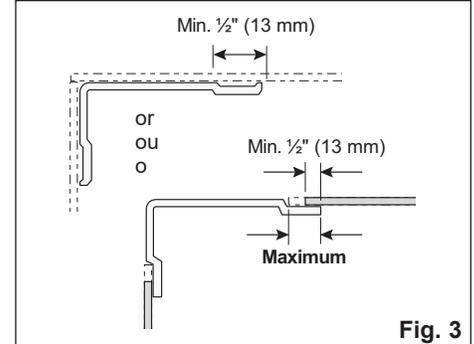

Fig. 3
CORRECT OVERLAP: *Panel overlap should be at least 1/2". For some models, back panel and end panels can be trimmed to accommodate smaller bathtub. DO NOT CUT CORNER PANELS B. Panels can be trimmed with a sharp edge cutting lightly. Using a straight edged piece of plastic or wood as a guide, score with continuous, even pressure. Note: Make several passes until approximately halfway through the plastic. Then bend and snap along score line. Fig. 3.*
RECouvrement adÉquAT : *Le recouvrement entre les panneaux doit être de 1/2" minimum. Pour certains modèles, les panneaux de bout et le panneau du fond pourront être coupés pour convenir à une baignoire de plus petite taille. NE PAS COUPER LES PANNEAUX DE COIN B.* Pour couper, utiliser une règle pour tracer la ligne de coupe et un couteau bien affûté. **Note :** Il est très important de ne pas tenter de couper le plastique d'un seul trait; entailler plutôt le panneau plusieurs fois et plier le panneau jusqu'à ce qu'il se brise. **Fig. 3.**
RECUBRIMIENTO ADECUADO : *El recubrimiento entre los paneles debe medir como mínimo 1/2". Para ciertos modelos, los paneles del extremo y el panel del fondo podrán cortarse para adaptarse a una bañera más pequeña. NO CORTE LOS PANELES DE LA ESQUINA (B).* Para cortar, utilice una regla para trazar la línea de corte y un cuchillo bien afilado. **Nota:** Es muy importante no intentar cortar el plástico de un sólo tirón; es preferible cortar el panel varias veces y doblarlo hasta que se quiebre (**Fig. 3**).